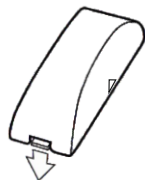

рис. 3
1. Снимите крышку, потянув выступающую часть основания вниз (рис. 3)